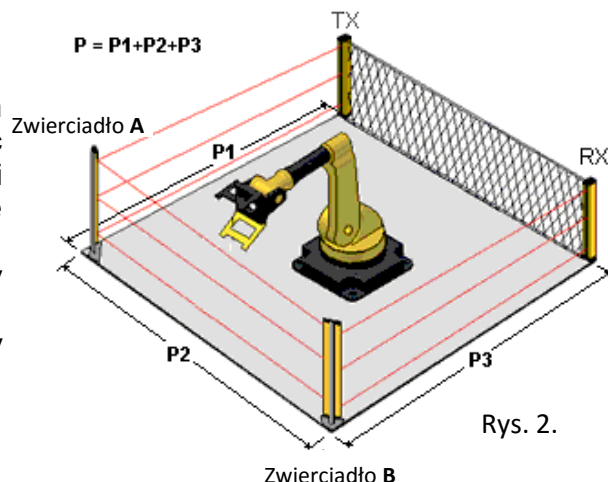

Rys. 1.
- Ochrona **L**-kształtna (gdzie bariera zabezpiecza maszynę z dwóch stron, przy zastosowaniu jednego zwierciadła) – rys. 1
To rozwiązanie pozwala na zabezpieczenie strefy niebezpiecznej z czterech stron, jak w poprzednim przykładzie, ale z wykorzystaniem dwóch zwierciadeł i dwóch barier świetlnych. Ustawienie i regulacja powinny zostać wykonane jak w przypadku pokazanym na rys. 1, ale niezależnie dla każdego z dwóch układów zwierciadeł i barier.